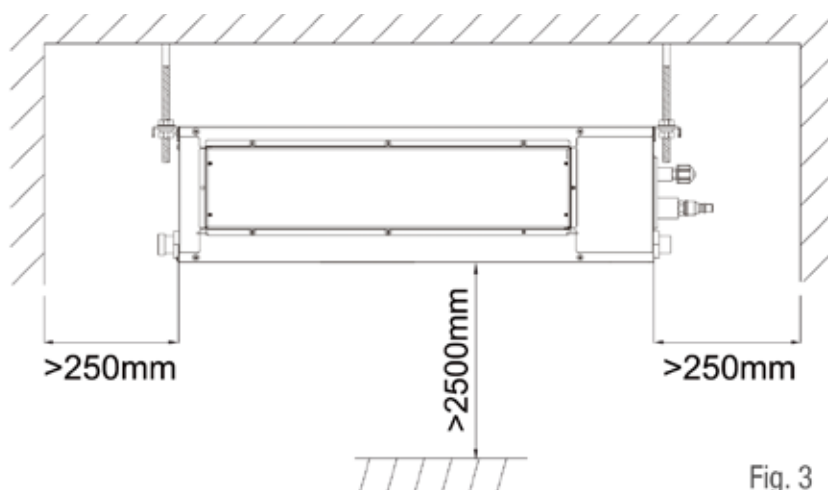

Fig. 3
4. Veiller à ce que les distances indiquées à la figure 3 soient respectées.